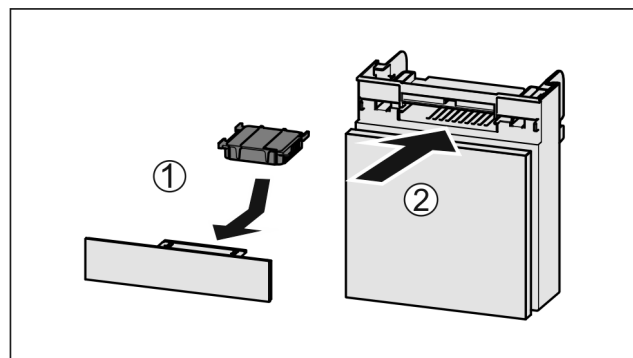

Fig. 221
- Filtr s aktivním uhlím vložte podle vyobrazení Fig. 221 (1).
- Zásuvku zasuňte Fig. 221 (2).